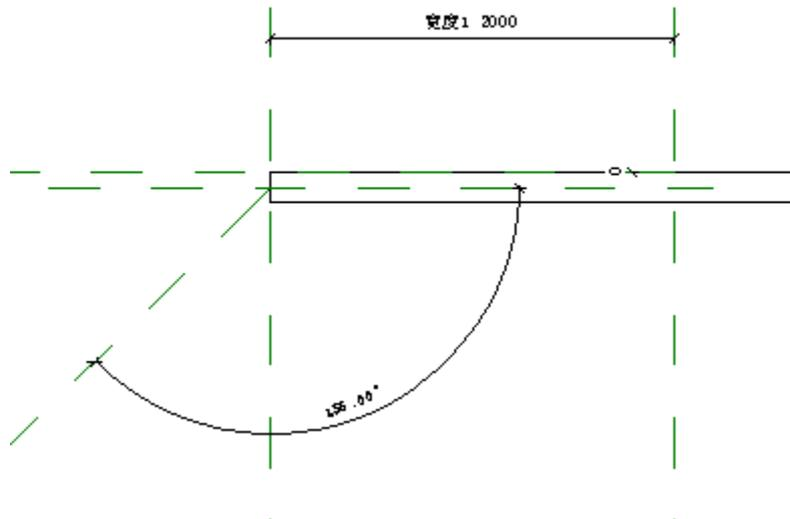

图 19.12-24
- 在平面视图中，从墙左侧端点中心开始，向左下方绘制倾斜参照平面，并标注该参照平面与水平的墙中心参照平面的角度（如图 19.12-24 所示）。